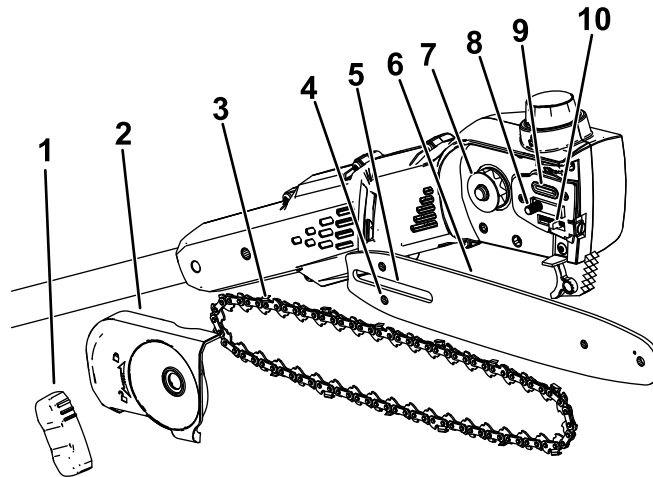

Bild 3
2. Entfernen Sie die Seitenabdeckung, drehen Sie den Knopf der Schwertabdeckung gegen den Uhrzeigersinn, bis der Knopf entfernt ist, und entfernen Sie dann die Seitenabdeckung (Bild 3).
5. Legen Sie die offene Ende der Sägekette (die Seite, die nicht auf dem Sägeschwert liegt) um das Antriebskettenrad am Hochentaster (Bild 3).
Wichtig: Vergewissern Sie sich, dass der Kettenspannbolzen in den Schlitz des Kettenspannbolzens am Sägeschwert eingeführt ist (Bild 3).